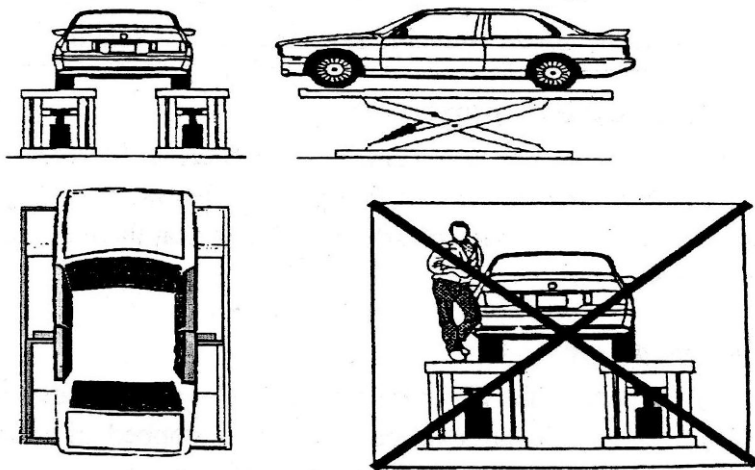

Рис.9. Правильная установка автомобиля.
- убедитесь, что автомобиль правильно установлен на подъемнике (Рис.9);
- убедитесь в отсутствии людей на платформах подъемника во время операций подъема или опускания подъемника, а так же когда он находится в поднятом положении (Рис.9).